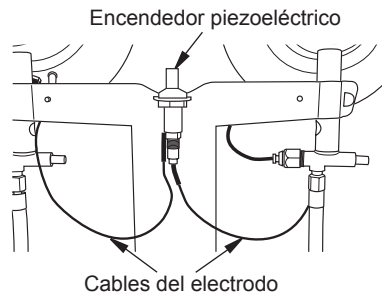

Figura 4. Conexión de los cables del electrodo al encendedor piezoeléctrico
5. Conecte los cables del electrodo al encendedor piezoeléctrico como se muestra en la figura 4.